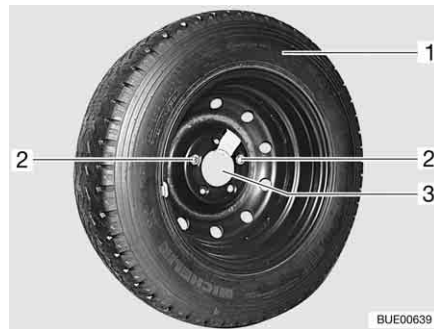

Bild 283 Ersatzrad-Halterung in der Heckgarage
- Die beiden Befestigungsschrauben (Bild 283,2) mit dem Bordwerkzeug herausdrehen und abnehmen.
- Das Ersatzrad (Bild 283,1) von der Halterung (Bild 283,3) abnehmen.